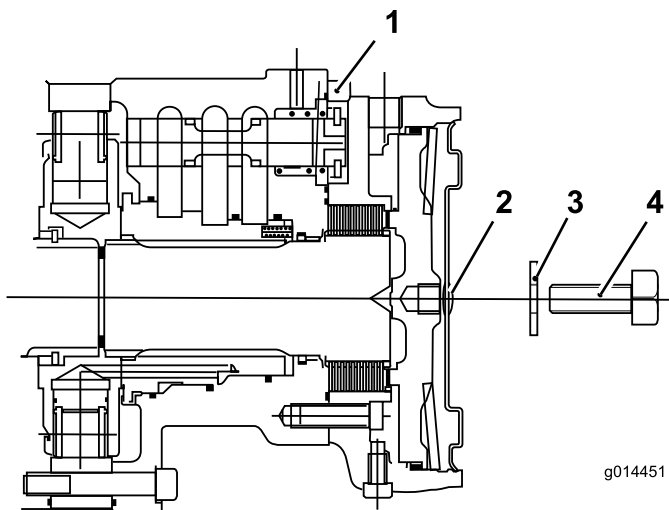

**Figura 36**
6. En el conjunto de freno del motor de la rueda delantera derecha, retire el tapón hexagonal (**Figura 36**).